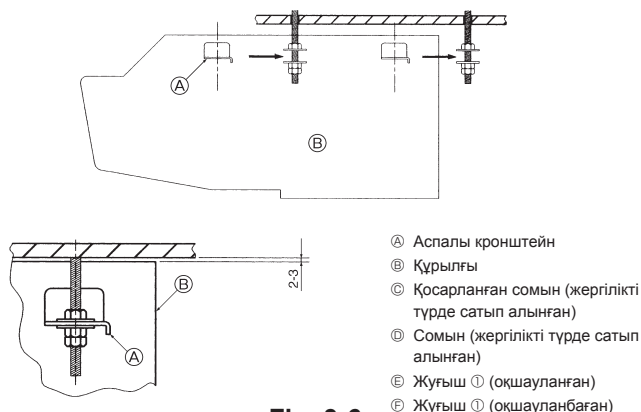

Fig. 3-6
3.3. Ішкі блокты орнату (Fig. 3-6)